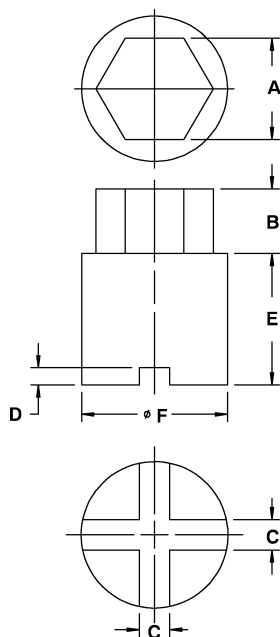

图6. 阀座环或阀笼拆卸和安装工具
2. 用符合图 6 和表 5 尺寸制造的阀座环或阀笼工具按照下列步骤拆卸阀座环或阀笼: